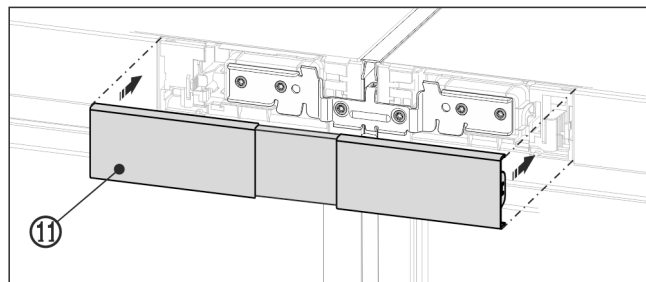

Fig. 23 Representación a modo de ejemplo
- Encaje la cubierta Fig. 23 (11) superior en el espacio todavía abierto que hay entre los dos paneles de mando. Al hacerlo, preste atención a que las caras exteriores de la cubierta queden a ras de los paneles de mando.